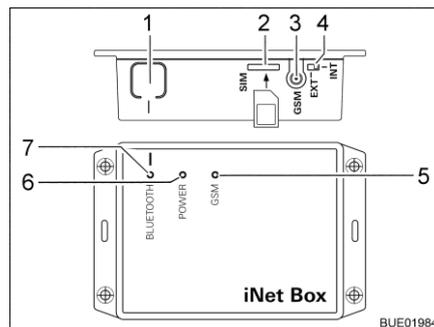

Bild 76 Truma iNet-Box
- Taste BLUETOOTH (Bild 76,1) an der iNet-Box 1 Sekunde lang drücken. Die Truma iNet-Box ist ca. 2 Minuten lang im mobilen Endgerät sichtbar (Name: "Truma iNet-Box"). In diesem Zeitraum blinkt die blaue LED BLUETOOTH (Bild 76,7).
- Mini-SIM-Karte mit eigener Rufnummer und ausreichendem Guthaben vorsichtig wie dargestellt in den Steckplatz (Bild 76,2) der Truma iNet-Box schieben, bis sie einrastet. Die rote LED GSM (Bild 76,5) muss dauerhaft blinken. Wenn die rote LED nach 20 Sekunden erlischt: Mini-SIM-Karte prüfen.